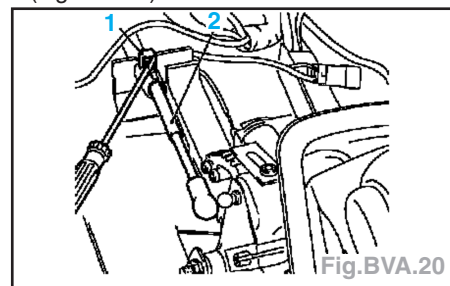

Fig. BVA.20
- Dégager le câble (2) du levier sélecteur, enlever l'agrafe (1) en faisant levier avec un tournevis et enlever le câble du support (Fig. BVA.20).